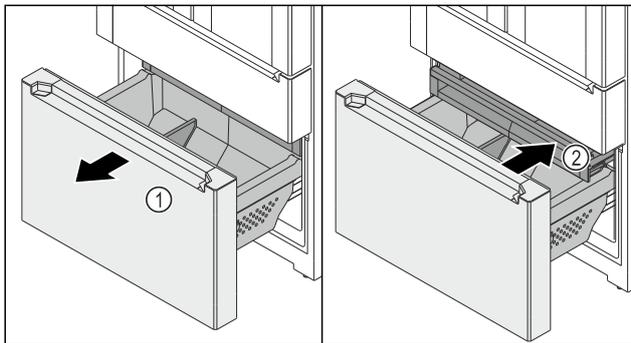

Fig. 143
- ▶ Sortir le chariot à glissière Fig. 143 (1) jusqu'en butée.
- ▶ Le tiroir Fig. 143 (2) sort automatiquement.
- ▶ Pousser le tiroir Fig. 143 (2).